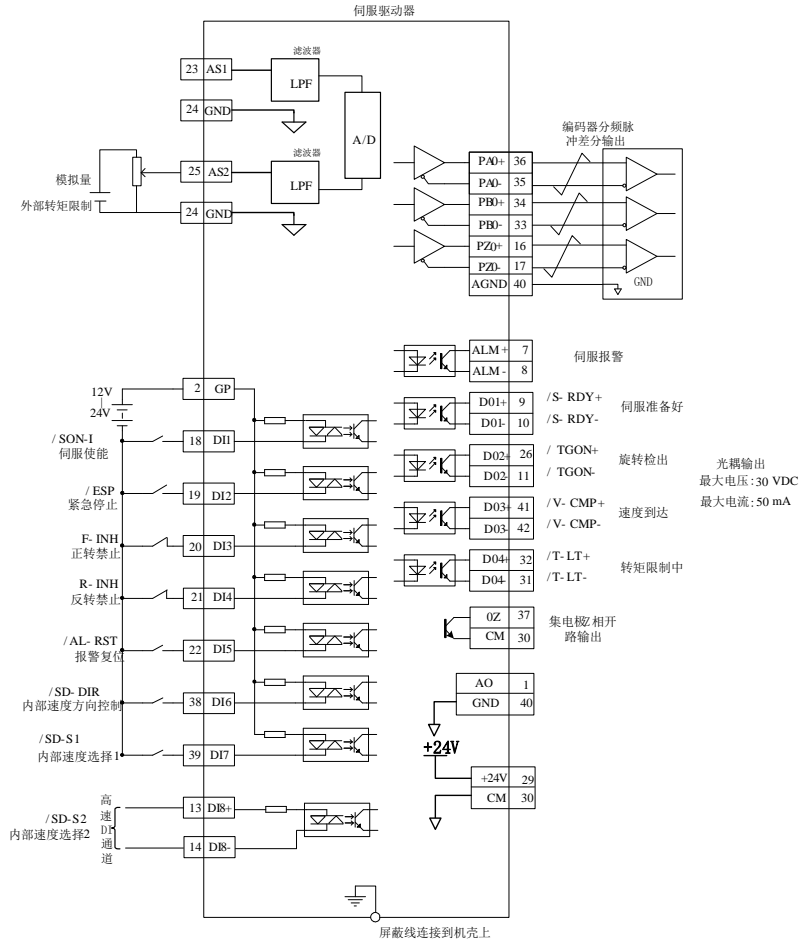
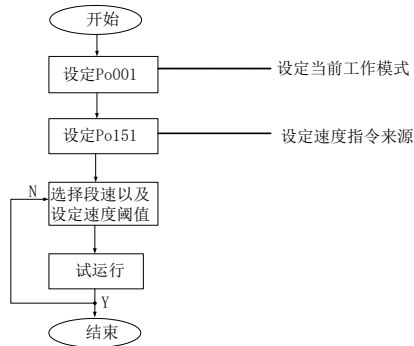

图 6.2.2 内部寄存器速度模式典型接线图
图 6.2.3 内部寄存器速度设置流程图
- ★参考图 6.2.2 或图 6.2.3 的配线说明，进行 DI/DO 信号的连线；